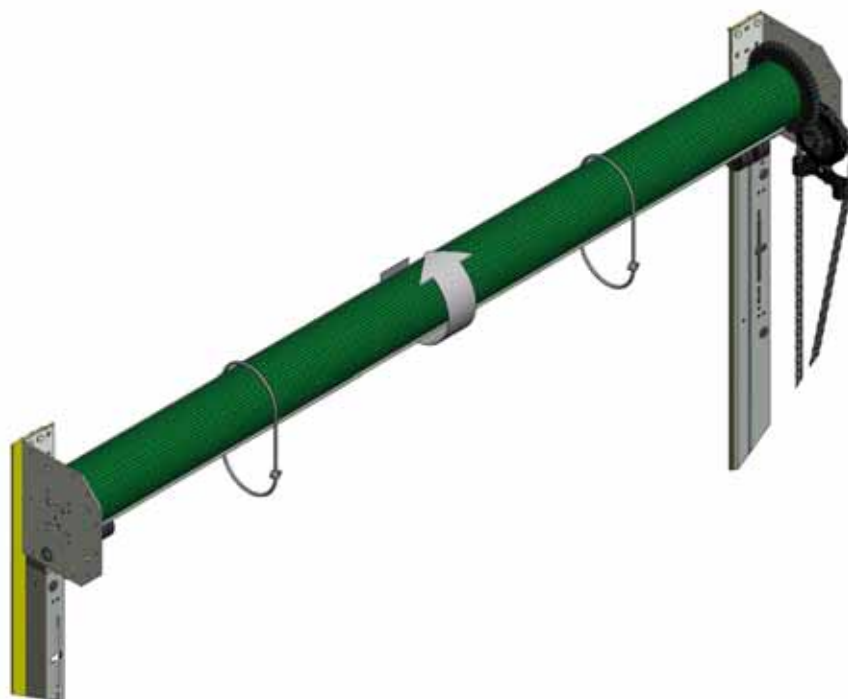

Abbildung 14: Spannen der Feder
13. Federmechanismus durch Drehen der Rolleneinheit in der in Abbildung 14 gezeigten Richtung vorspannen. Dazu an der äußeren Kette ziehen. Die zum Vorspannen erforderliche Anzahl der Umdrehungen finden Sie in der nachstehenden Tabelle. Wenn diese Umdrehungsanzahl erreicht ist, Bedienkette im Kettenhalter einrasten (O1).